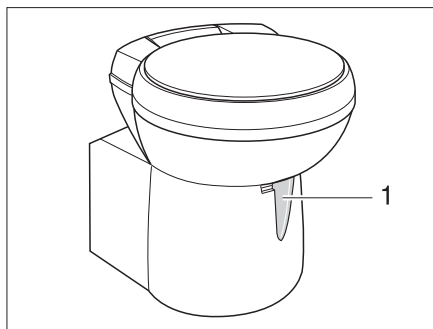

Bild 157 Thetford-toalettskål, svängbar
- Öppna spjället på Thetford-toaletten före spolning. Därtill skjuts spjällspaken (Bild 157,1) motsols.